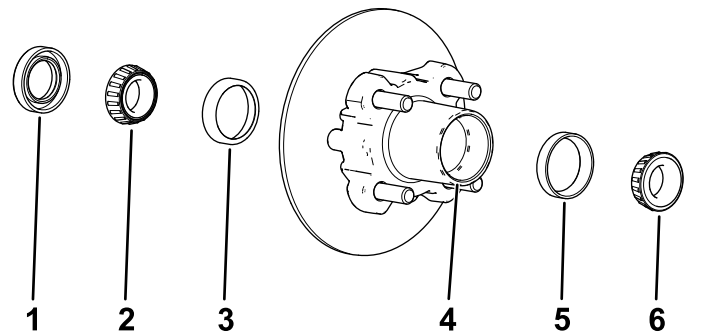

Figure 32
1. Déposez le roulement extérieur et la bague de roulement du moyeu (Figure 32).
2. Déposez le joint et le roulement intérieur du moyeu (Figure 32).
5. Éliminez la graisse, la saleté et les débris déposés à l'intérieur de la cavité du moyeu (Figure 32).
7. Remplissez la cavité du moyeu de 50 à 80 % environ avec la graisse spécifiée (Figure 32).
8. Assemblez le roulement intérieur sur la bague sur le côté intérieur du moyeu et montez le joint (Figure 32).